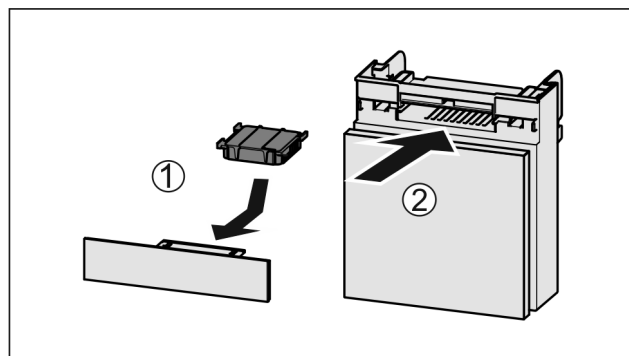

Fig. 95
- Filtr s aktivním uhlím vložte podle vyobrazení Fig. 95 (1).
- Zásuvku zasuněte Fig. 95 (2).